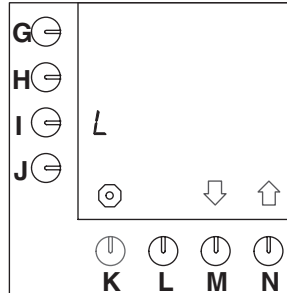

Abb. 22 Die serienmäßig eingestellte Einheit=L (Liter)
- Dies ist die Standardeinstellung (Abb.22).